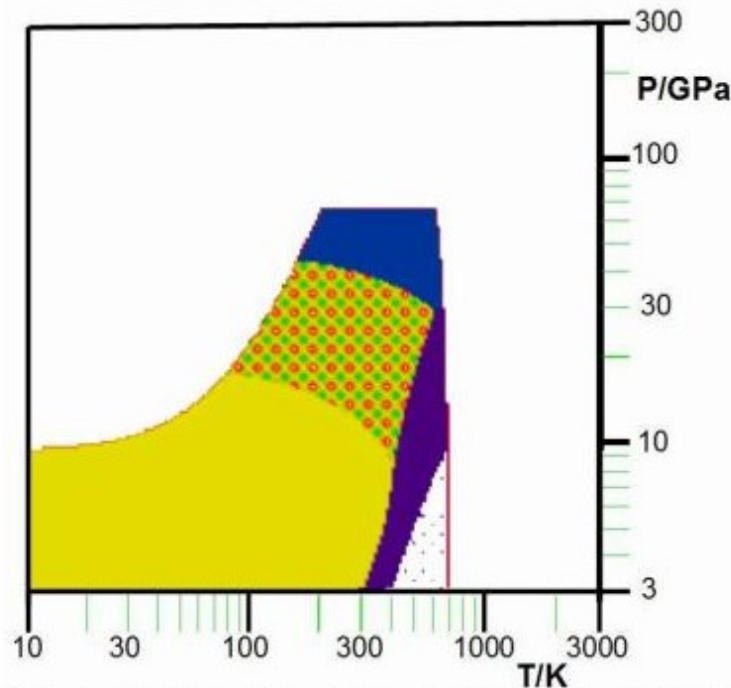

Abbildung 85: Quecksilber, der schwerste Bruder aus der IIB-Gruppe
**Marie:** Wie passt jetzt Quecksilber (Bild 85) hier in diese Gruppe?